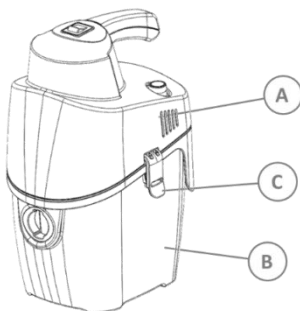

Figura 2
4. Consulte la figura 2. Separe la cabeza de la aspiradora (A) del depósito (B) tirando suavemente de la parte inferior de los cierres (C) situados en la cabeza.